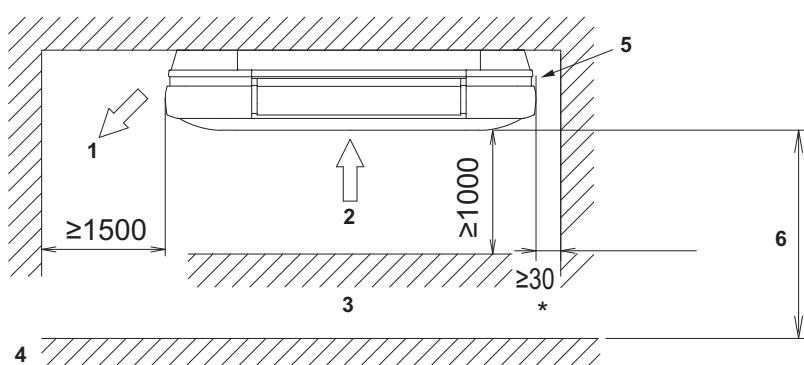
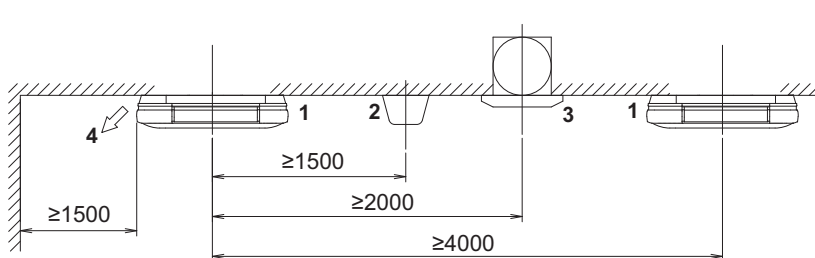

Bild 1
Bild 2
(1) Välj en installationsplats som uppfyller följande villkor och få kundens godkännande
- Där tillräckligt utrymme för installation och underhåll kan tillgodoses. (Se bild 1 och bild 2)